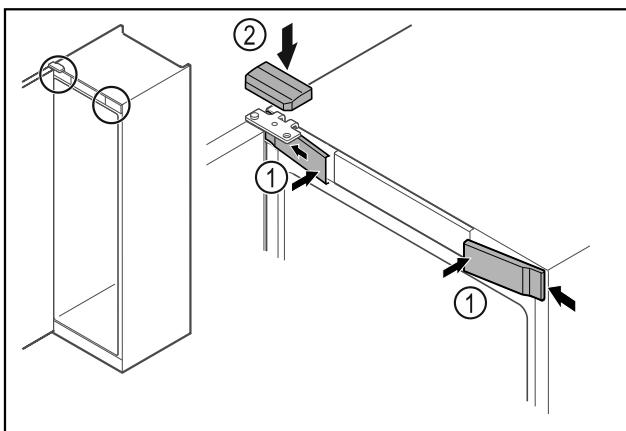

Fig. 27
- Передні кришки Fig. 27 (1) зачепити збоку та зафіксувати.
- Зафіксуйте верхню кришку Fig. 27 (2) зверху.